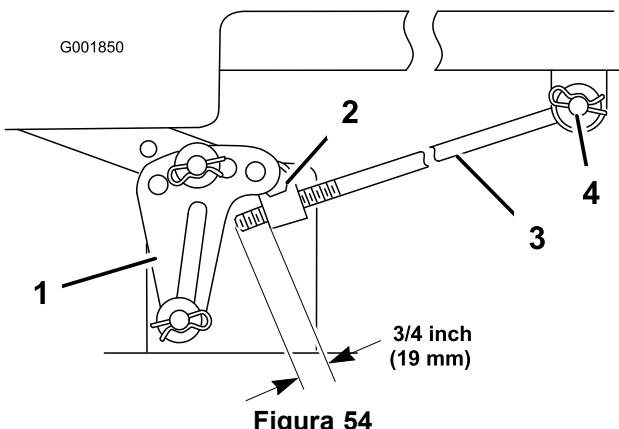

Figura 54
5. Meça o comprimento da barra que sai do bloco de ajuste nas partes laterais do chassis (Figura 54).
6. Se o comprimento da barra não estiver a 19 mm, remova o contrapino do gancho e anilha da extremidade da barra de ajuste (Figura 54) e rode a barra até alcançar a medida de 19 mm.